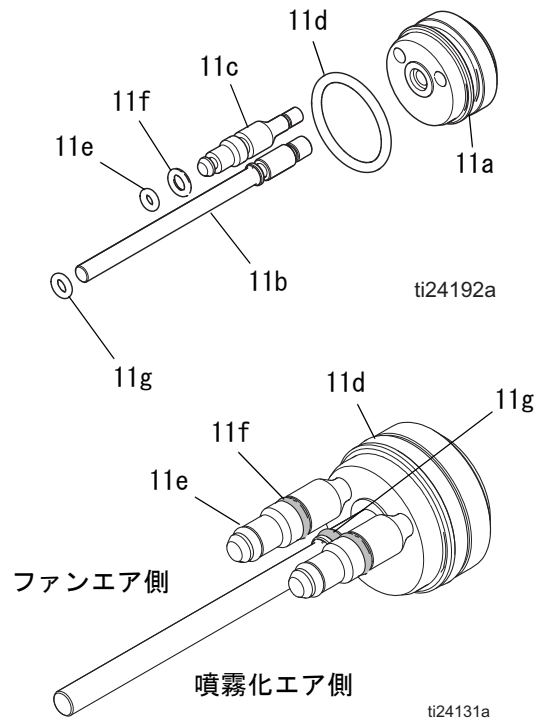

図 32 ピストンの O リング
**メモ：** ジャムナットと作動装置のアームの取り外しや取り付けは、流体ノズル (4) を取り付けられた状態で行う必要があります。
4. ピストンキャップ (13) をガンの後部から取り外します。
5. ピストンロッド (11) を押して、ピストンをガンの後部から押し出します。
6. O リング (11d、11e、11f、11g) に損傷がないか検査します。表 3、図 32 を参照してください。